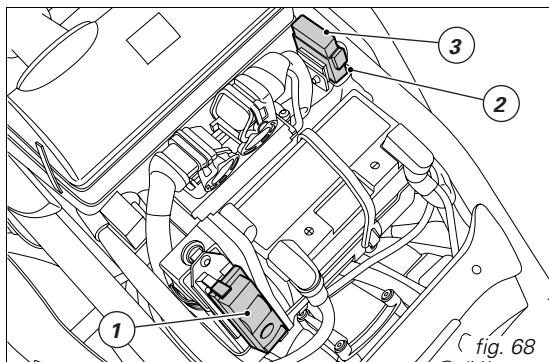

fig. 68
La scatola porta fusibili principale è posizionata sul lato sinistro della batteria (fig. 68).
Il fusibile da 40A (2) posto sul lato destro della batteria (fig. 68) protegge il regolatore elettronico.